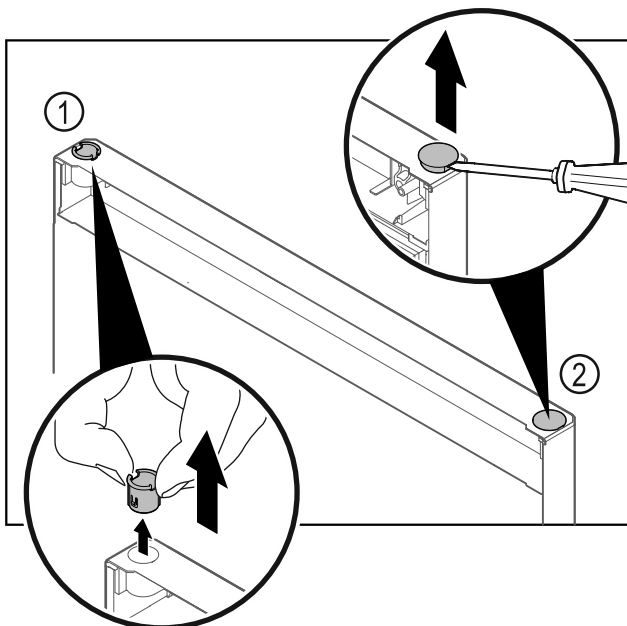

Fig. 22 Kyldörr
- Dra ut gångjärnsbusningen Fig. 22 (1) med fingrarna.
- Lyft försiktigt upp pluggen Fig. 22 (2) med en spårskruvmejsel och dra ut den.